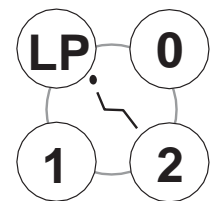

Fig.3-9 Modalità automatica poltrona
⑥ Interruttori di comando modalità automatica poltrona (Fig.3-9)
- a. Premere il pulsante di memoria-1 (1), la poltrona si sposterà nella posizione memoria 1 e si fermerà automaticamente.